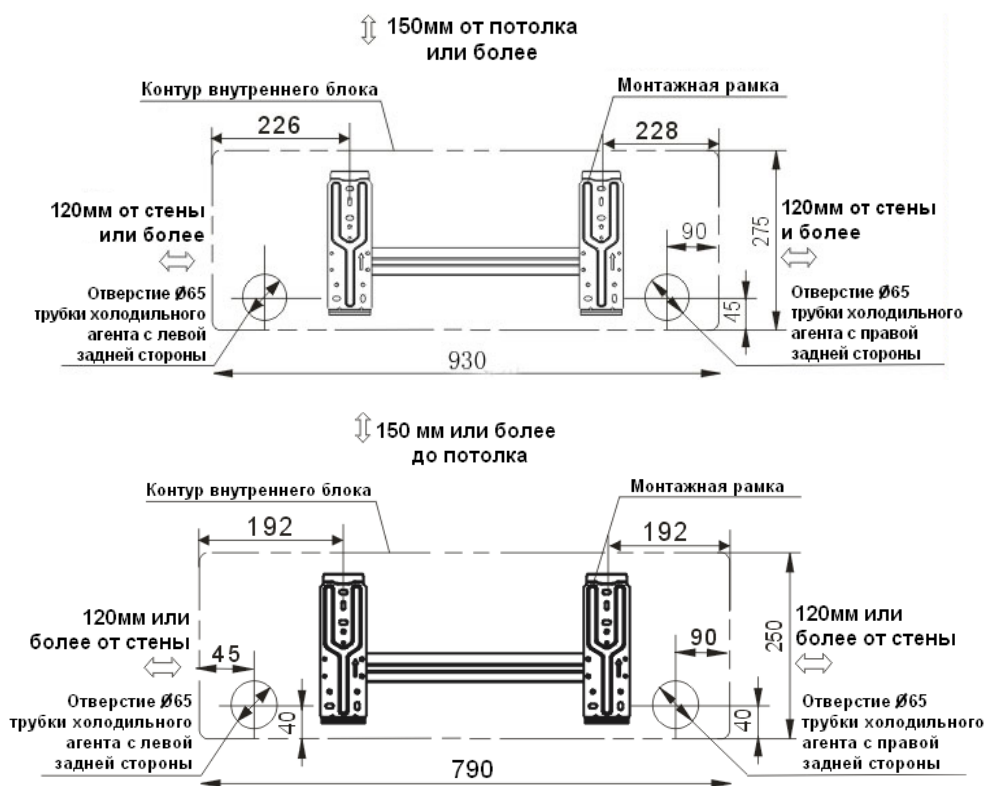

Рис. 5
ПРИМЕЧАНИЕ: Установочные размеры слегка отличаются в зависимости от моделей. См. Рис. 5.
1. Определите позиции отверстия в соответствии с чертежом, приведенном на Рис. 5. Просверлите одно (1) отверстие (Ø 65мм) с небольшим уклоном в наружную сторону.